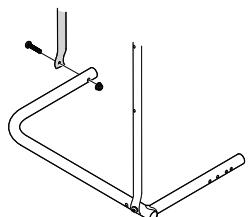

Figura 4
- Alinee el segundo tubo vertical con el tubo esquinero y asegúrelos usando un tornillo de cabeza troncónica y una tuerca hexagonal, como se ilustra en la Figura 4.